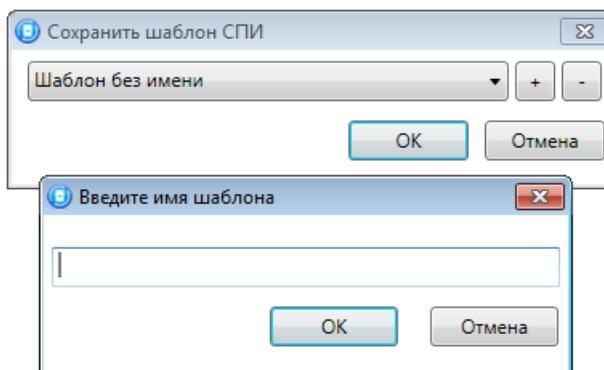

Рисунок 13.3 — Сохранение шаблона
- *Сохранить шаблон настроек:* открытие окна *Сохранить шаблон УОО* (см. рисунок 13.3), с помощью которого можно сохранить конфигурацию УОО контроллера в качестве шаблона.